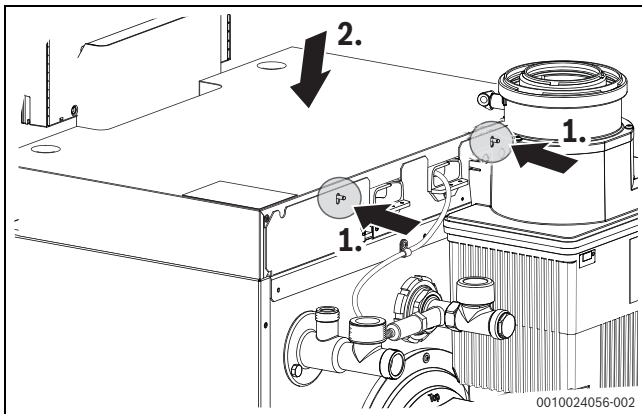

Bild 40 Kesselhaube montieren
- Kesselhaube mit den Pins in die Rückwand einsetzen und nach unten klappen (→ Bild 40)